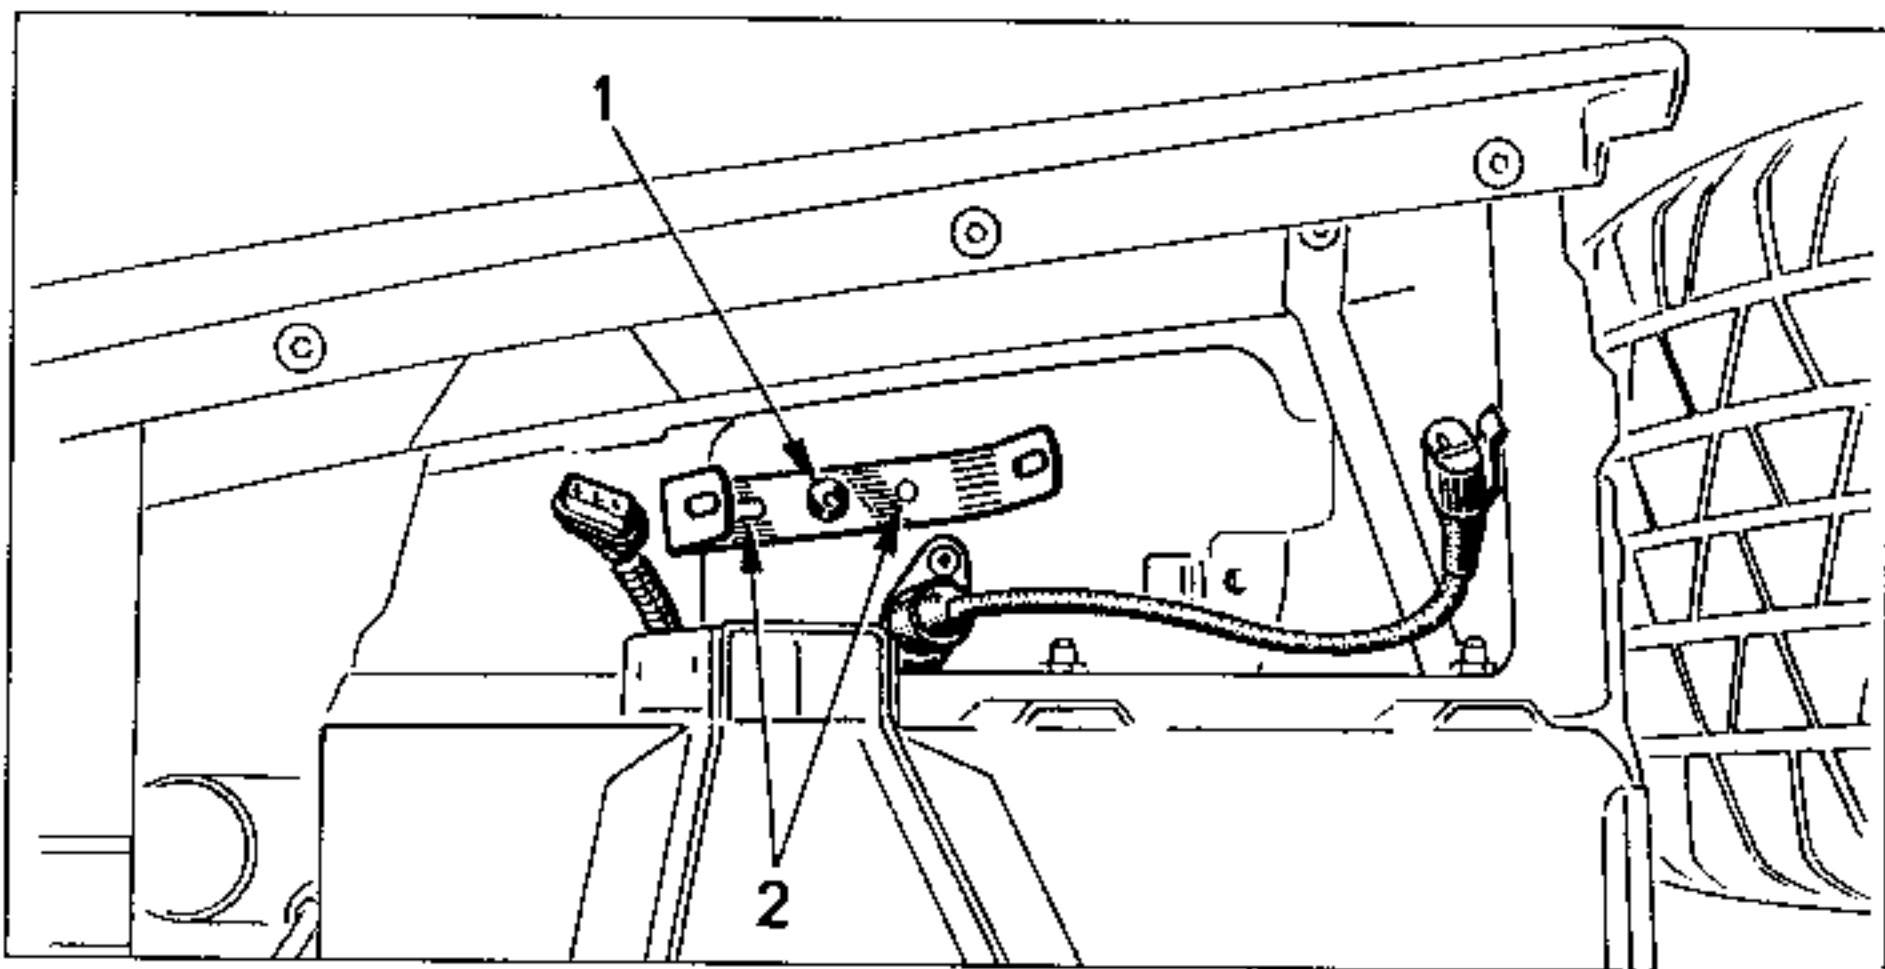

Fig. 10
- Fixer la patte support entre la batterie et le bouclier à l'aide de la vis Torx (1) (Fig. 10) existante.
- Renforcer la fixation par 2 vis tôle (2) (Les trous sont déjà percés dans le support).